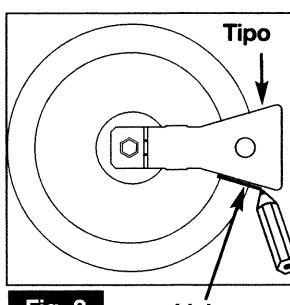

Fig. 3
- ⇒ Com a ajuda de um lápis, trace uma linha na placa de fórmica, no local indicado (fig. 3).